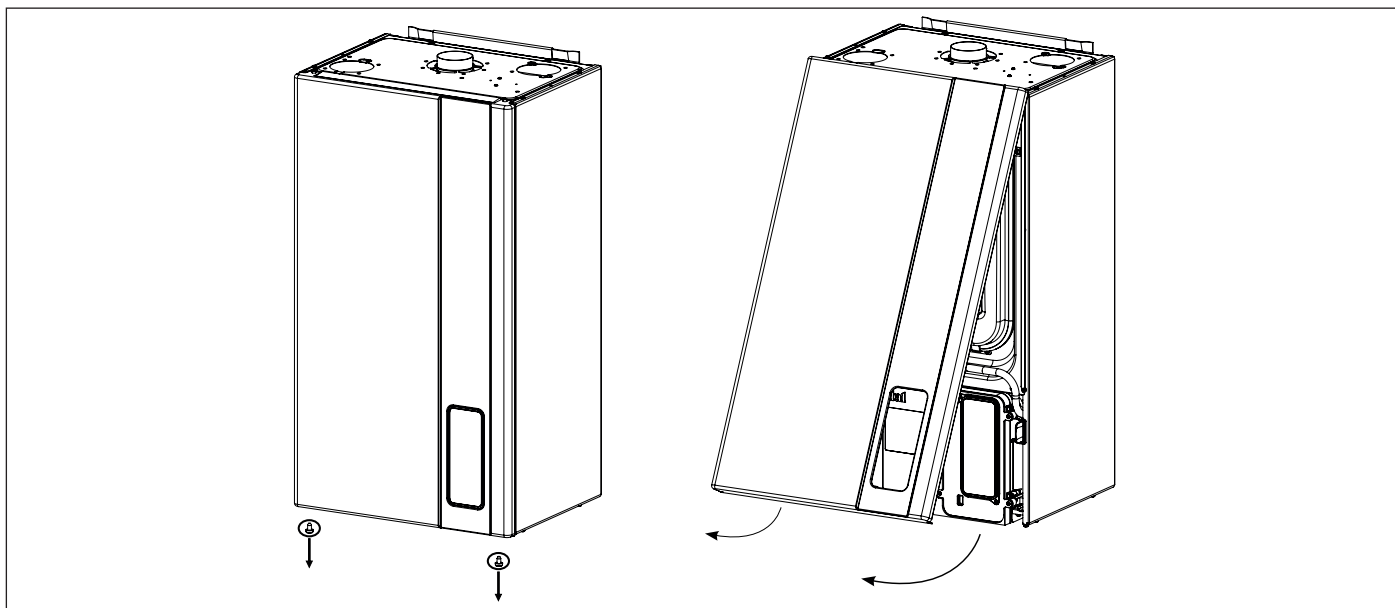

Рис. 35 Снятие передней панели
- Снять переднюю панель котла (смотри Рис. 35 Снятие передней панели).